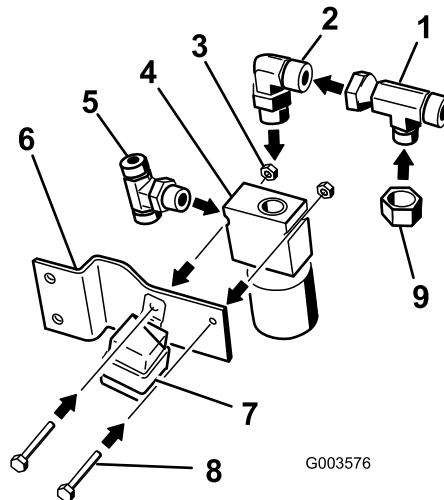

図 12
- 各フィッティングを図に示されているように取り付ける。バルブの側部に字フィッティングを取り付ける。字フィッティングの正しい位置については 図 12 を参照のこと。
- バルブの上部に小さい90度エルボを取り付ける 図 12。
- 90度エルボにT字アダプタを取り付ける。字フィッティングの正しい位置については 図 12 を参照のこと。
- T字アダプタにキャップを取り付ける 図 12。
- バルブブラケットにバルブを取り付けるボルト $\frac{1}{4} \times 1\frac{3}{4}$ インチ 2本とナット $\frac{1}{4}$ インチ 2個を使用する 図 12。